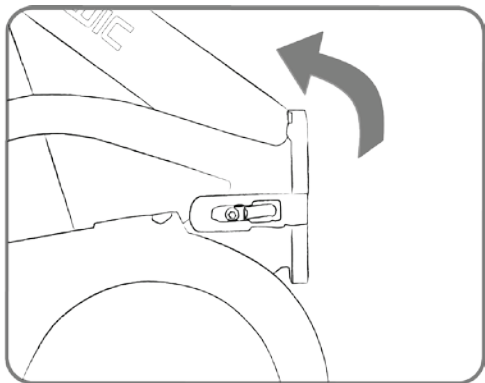

Abb. 3
4. Falten Sie den Rahmen(Abb. 3)